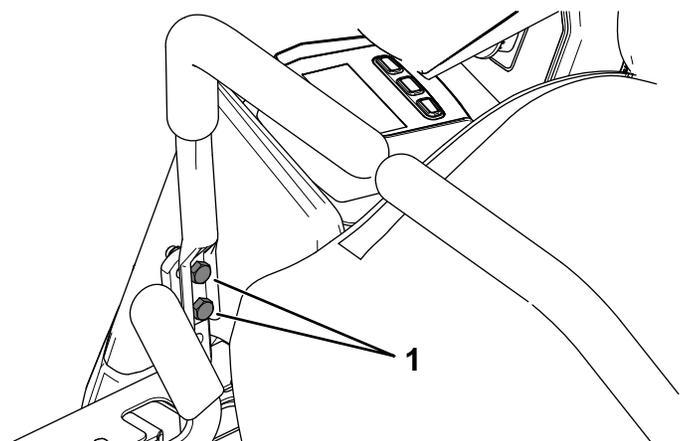

Figure 53
- 12. Serrez les 2 boulons de montage du levier de commande de déplacement (Figure 53).
10. S'il est nécessaire d'ajuster l'alignement, desserrez les 2 boulons de montage du levier de commande de déplacement du côté mal aligné (Figure 53).